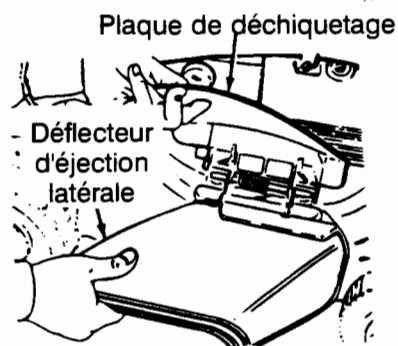

Figure 8
- Relevez la plaque de déchetage à charnière qui se trouve sur le côté du plateau de coupe. Voir la Figure 8.
- Si la tondeuse est préparée pour l'éjection latérale, relevez le bouchon de déchetage à charnière qui se trouve sur le côté du plateau de coupe et retirez la goulotte d'éjection latérale. Abaissez le bouchon de déchetage à charnière. Voir la Figure 8.